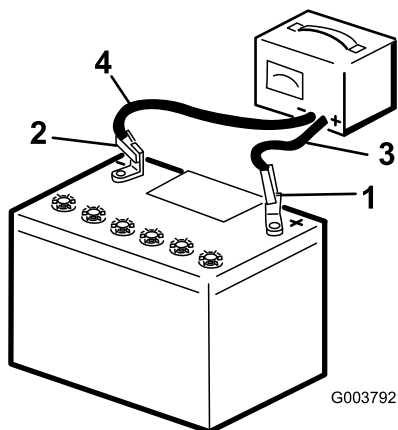

Figura 44
3. Cargue la batería durante 10 a 15 minutos a 25–30 A, o durante 30 minutos a 4–6 A (Figura 44). No sobrecargue la batería.
4. Cuando la batería esté completamente cargada, desconecte el cargador de la toma de electricidad, luego desconecte los cables del cargador de los bornes de la batería (Figura 44).